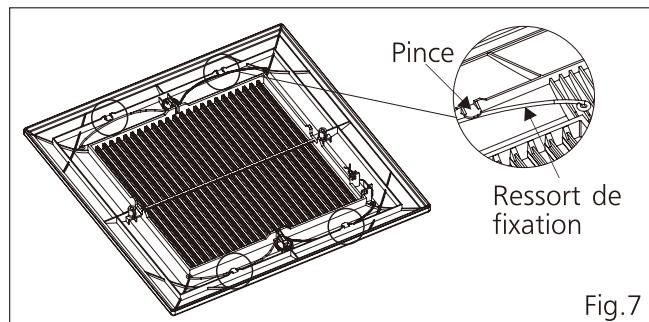

Fig.7
8.Retirez les ressorts de fixation des pinces. (Fig.7)